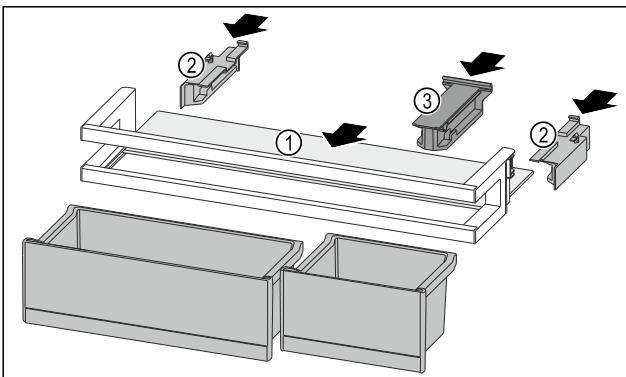

Fig. 120
- ▶ Вкарайте рафта Fig. 120 (1) в страничните прорези.
- ▶ Поставете страничните части Fig. 120 (2).
- ▶ Поставете задържащата част Fig. 120 (3).